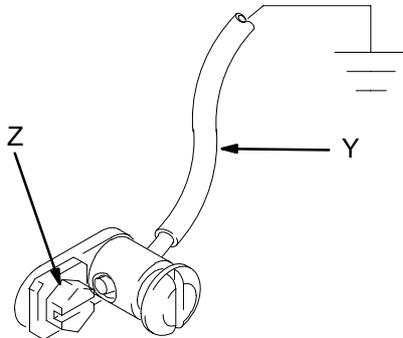

Fig. 1
1. *Bombas King*: utilice un cable y una abrazadera de conexión a tierra. Vea la Fig. 1. Retire el tornillo de conexión a tierra (Z) e introduzca a través del terminal anular situado en el extremo del cable de conexión a tierra (Y). Vuelva a colocar el tornillo de conexión a tierra en la bomba y apriételo firmemente. Conecte el otro extremo del cable a una tierra verdadera. Pida el cable y abrazadera de conexión a tierra, ref. pieza 222011.